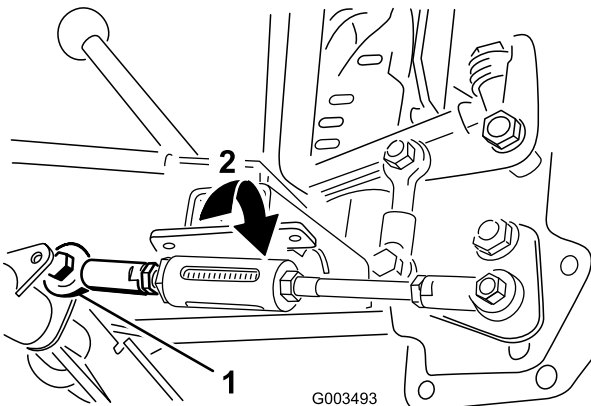

Bild 19
- A. Nehmen Sie die Schraube und die Mutter ab, mit denen die Stange am Schwenkrohr befestigt ist (Bild 19).